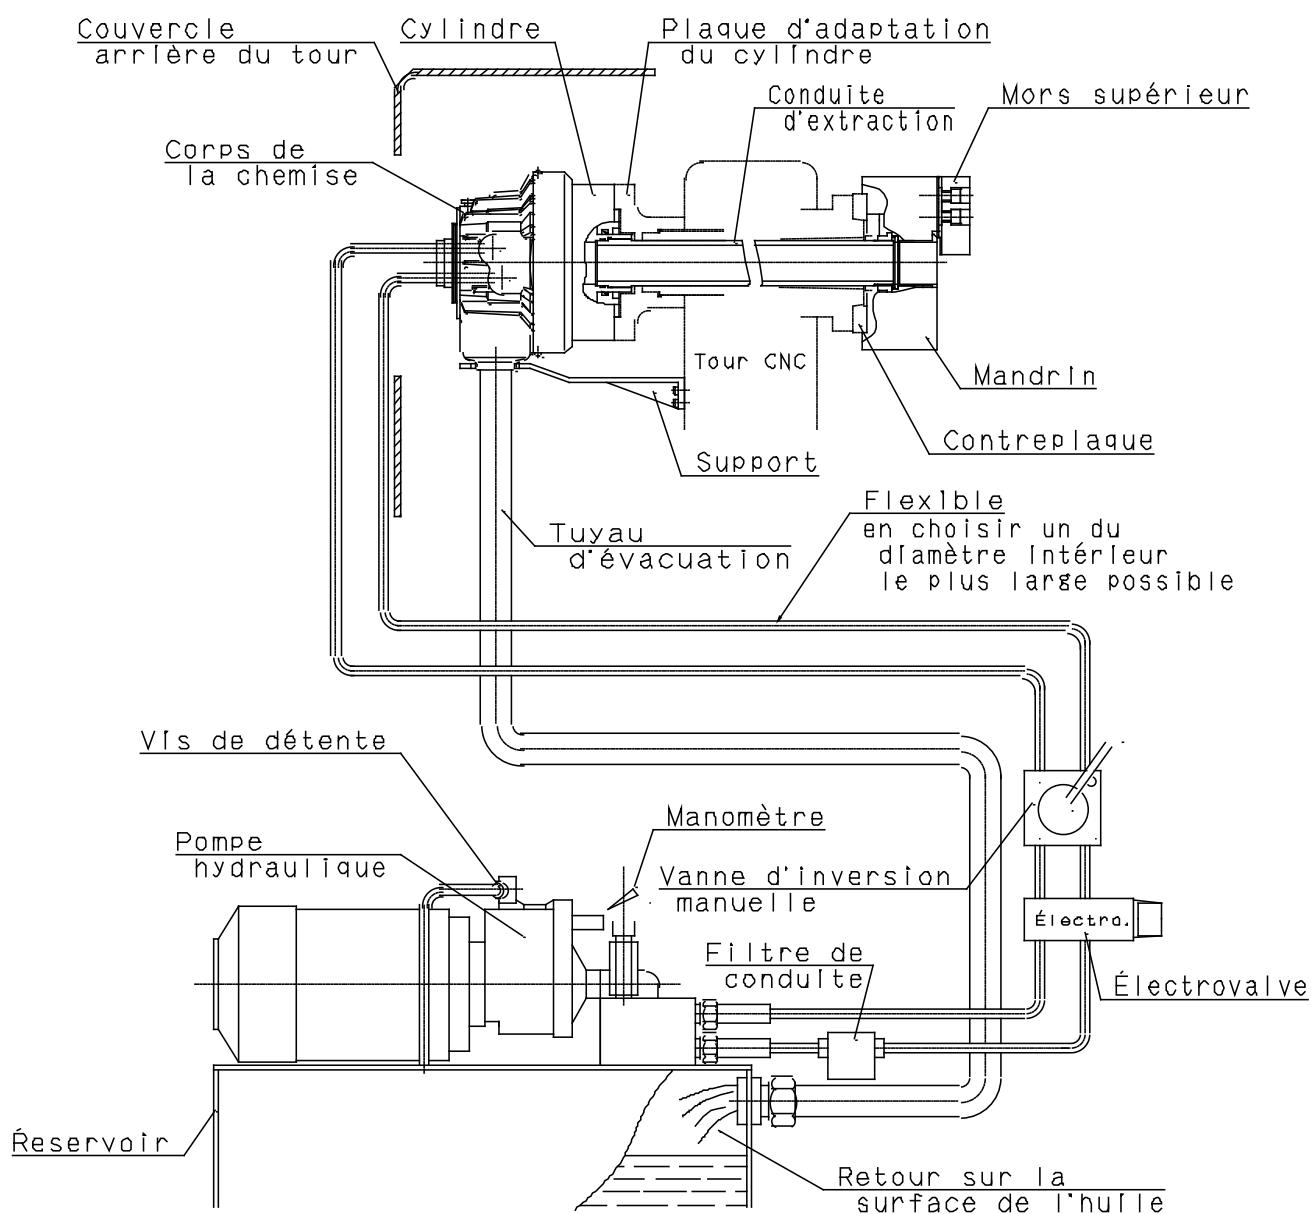

Figure 8
- L'extrémité du tuyau se trouve à un niveau supérieur au niveau de l'huile. (Voir figure 8)